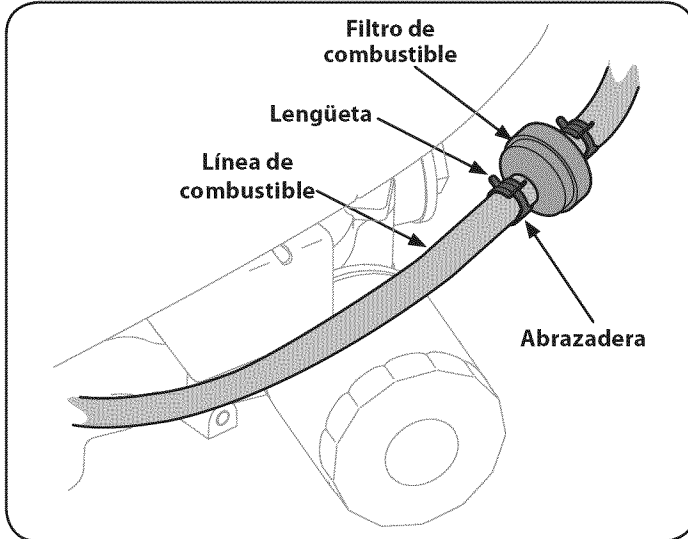

Figura 30
2. Utilice pinzas para apretar las lengüetas de la otra abrazadera (el lado fuera de línea del filtro de combustible), luego deslice la abrazadera alejándola del filtro de combustible. Gire y tire de la línea de combustible del filtro. Vea la Figura 30.